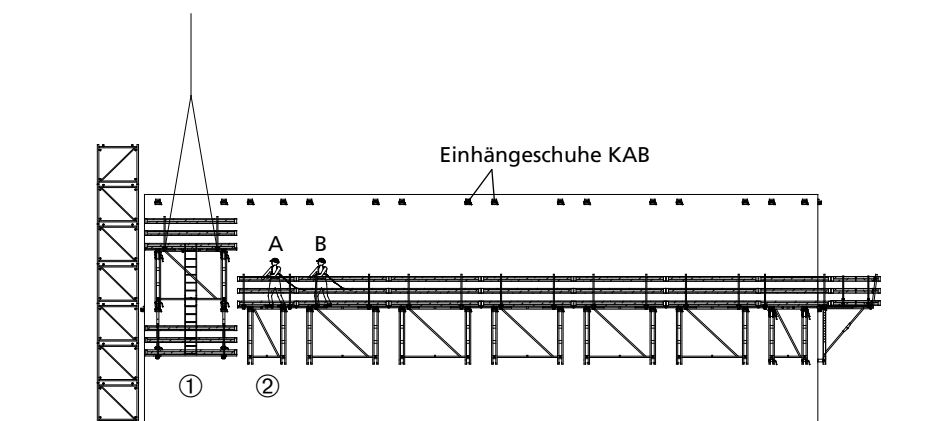

Abb. 29.2
6. Klapparbeitsbühne KAB mit Aufstieg und Nachlaufbühne (1) wird an den Kran gehängt. Person A und B verlassen die angehängte Bühne (1). Bühne (1) wird mit Kran in die nächste Ebene gehoben (Abb. 29.2) und an den vorbereiteten Einhängeschuhen aufgehängt.